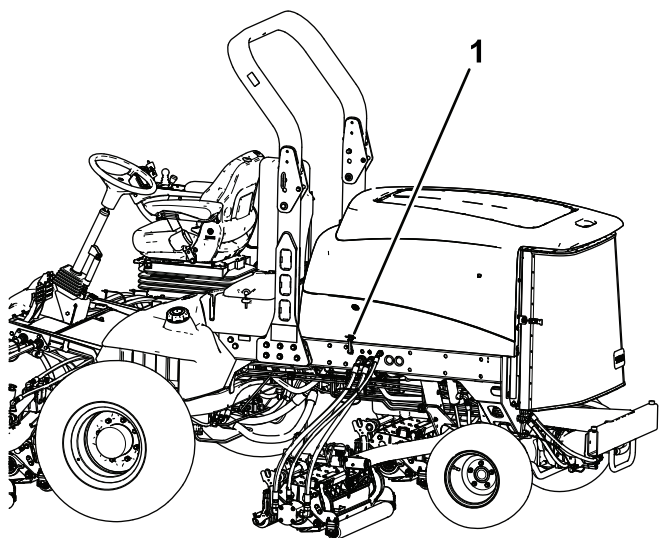

Figure 34
2. Déverrouillez les loquets du capot et ouvrez le capot (Figure 34).